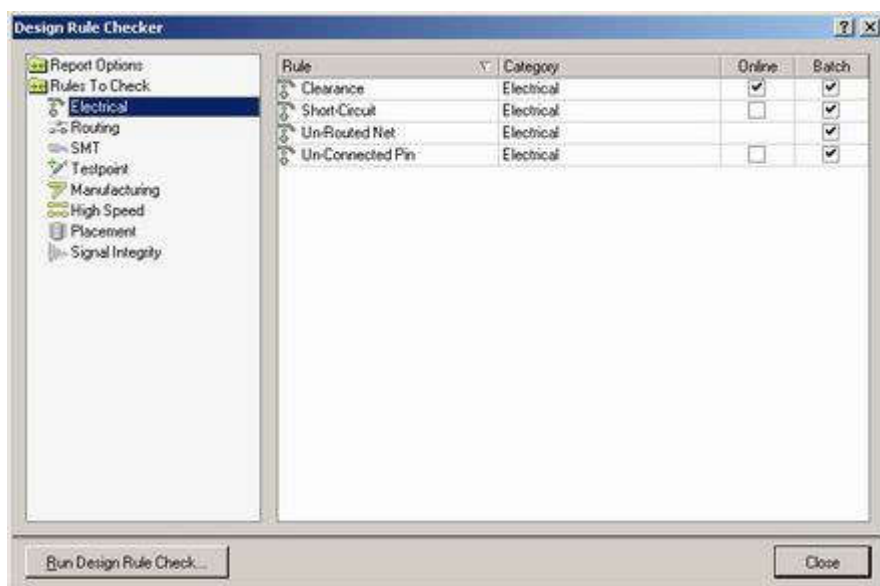

Рисунок 66 – Настройка пакетной проверки правил проектирования.
3. Выполним команду меню Tools | Design Rule Check, после чего откроется окно настройки пакетной проверки правил проектирования Design Rule Checker (рисунок 66). Нас интересует только правила Un-Routed Net.